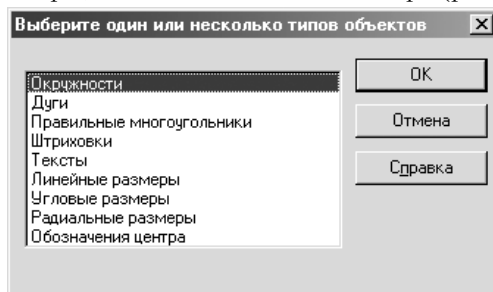

Рис. 1.11
9. Команда **По типу** позволяет выделить объекты в соответствии с их типом. Для вызова команды выберите ее название из меню **Выделить** или нажмите кнопку  (**Выделить по типу**) на инструментальной панели. После вызова команды на экране появляется диалоговое окно со списком из девяти типов объектов, имеющихся в активном документе. Среди них: окружности, дуги, правильные многоугольники, штриховки, тексты, линейные размеры, угловые размеры, радиальные размеры, а также обозначение центра (рис. 1.11).